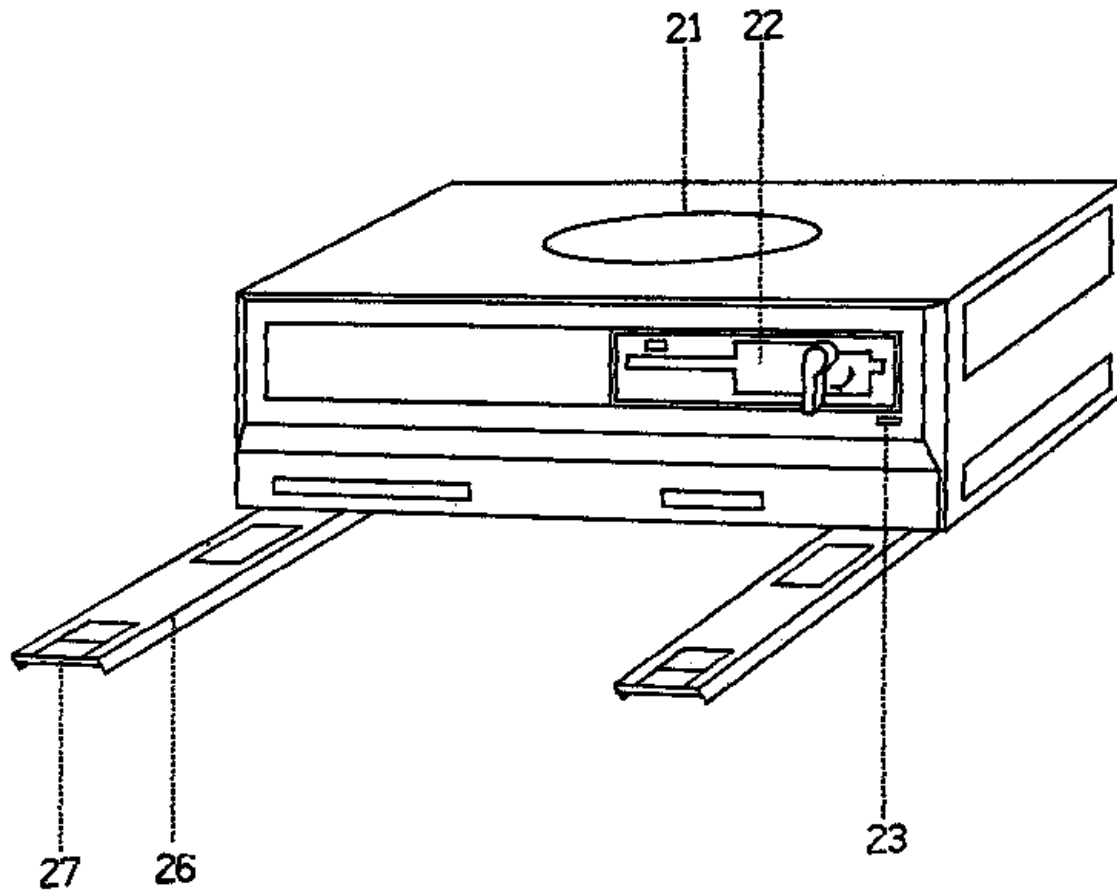

Bild 3
Die DISKETTENSPEICHEREINHEIT **robotron K5651** (Bild 3) enthält die Halterung (21) für den MONITOR **robotron K 7222.23** (5), den Diskettenspeicher **robotron K5601** mit dem Laufwerk 1.6 (22), die Netzanzeige (23) und die Befestigung (26), (27) für das COMPUTERGRUNDGERÄT **robotron K 1505** (1).